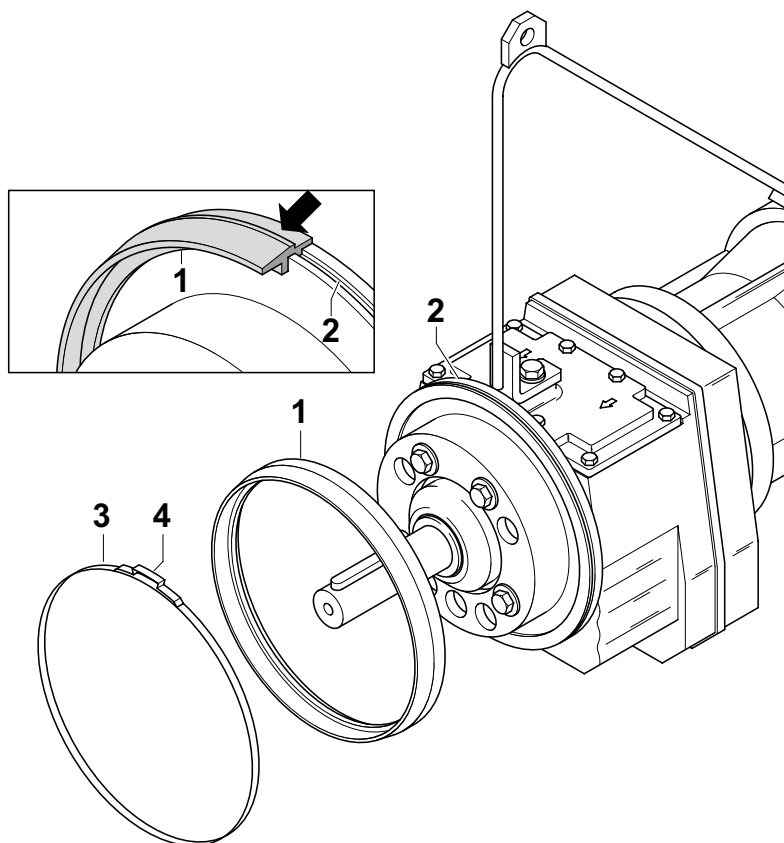

Рис. 19 Монтаж/демонтаж дефлекторных колец.
**ПРИМЕЧАНИЕ** На Рис. 19 показана замена SD-колец для двигателей мешалок RW. Установка на ускоритель потока идентична.